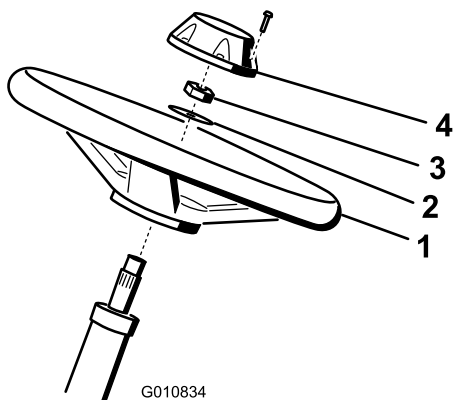

图 5
- 将方向盘滑入转向轴图 5。
- 将垫圈滑入转向轴图 5。
- 将中心盖安装到方向盘上用 6 个螺栓固定图 5。